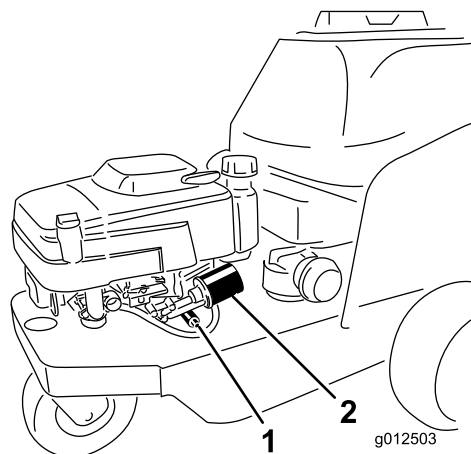

Figure 38
4. Placez un bac de vidange suffisamment grand sous le robinet de vidange (Figure 38).